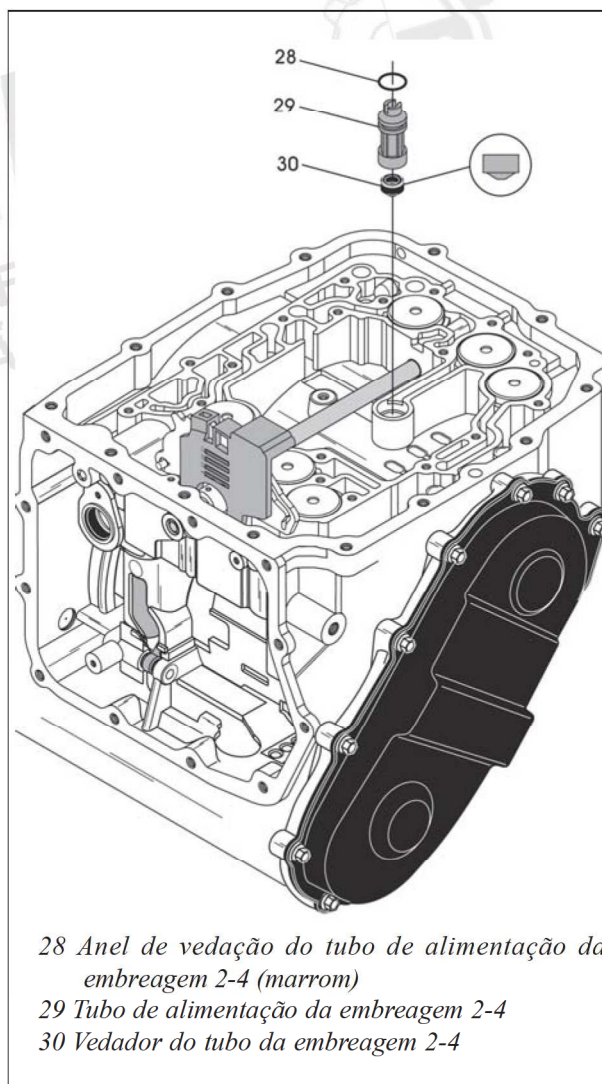

Figura 274
78. Instale um novo vedador no tubo de alimentação da embreagem 2-4 EXATAMENTE como mostra a figura 274.
79. Lubrifique e instale um novo anel O-ring no tubo de alimentação da embreagem 2-4, conforme mostra a figura 274.
80. Instale o conjunto do tubo de alimentação da embreagem 2-4 em seu alojamento na carcaça, EXATAMENTE como mostrado na figura 274.